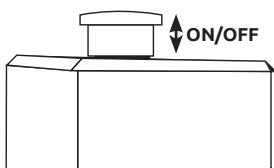

Figure 2
- Ouvrez la vanne de sortie, réglez le bouton de l'interrupteur de pression en position «ON» (Fig.2) et laissez le compresseur fonctionner pendant 10 minutes sans charge, afin d'assurer la lubrification des pièces mobiles avant le service régulier.